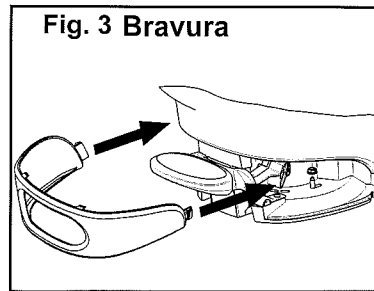
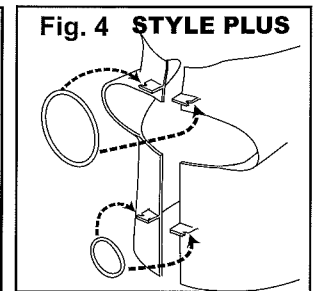

Fig. 3 Bravura
Fig. 4 STYLE PLUS
3. **STYLE Plus and Bravura only:** Remove shroud from base of unit (Figs. 3 & 4).
9. **Bravura only:** Install Shroud (Fig. 3). **STYLE PLUS only:** Attach shroud to toilet by depressing pedal and placing the pedal opening over the pedal and pushing it firmly against the base. Press the sides of the shroud to the toilet and attach two O-rings on the hooks to secure it. Make sure to engage dual lock under front of shroud by tapping shroud above pedal (Fig. 4).
9. **Modèle Bravura seulement :** Installer l'enveloppe de protection (fig. 3). **Modèle PLUS seulement :** Fixer l'enveloppe de protection à la toilette en appuyant sur la pédale tout en alignant l'orifice sur la pédale et en l'enfonçant fermement dans le socle. Presser les côtés de l'enveloppe de protection sur la toilette et fixer les deux joints toriques aux crochets pour les maintenir en place. Tarauder l'enveloppe sur la pédale pour s'assurer d'engager le double verrou sous le devant de l'enveloppe de protection. (Fig. 4).
9. **Sólo el modelo Bravura:** Instale el recubrimiento (Fig. 3). **Sólo el modelo STYLE PLUS:** Para acoplar el recubrimiento al inodoro oprima el pedal y coloque la abertura sobre el mismo, luego empújela firmemente contra la base. Oprima ambos lados del recubrimiento contra el inodoro y coloque en los ganchos dos juntas tóricas para fijarlo. Golpee ligeramente el recubrimiento sobre el pedal para verificar que el cierre doble se haya enganchado debajo del mismo. (Fig. 4).